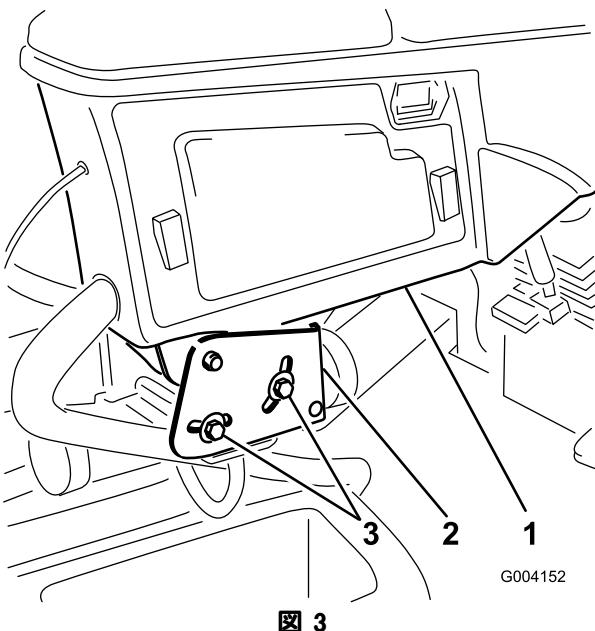

図3
1. コントロール・アームをリテーナ・ブラケットに固定している2本のボルトをゆるめる(図3)。